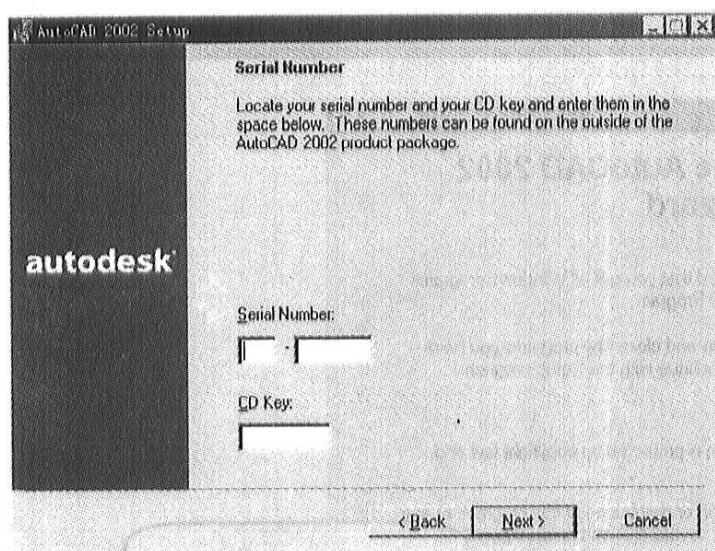

图 1-4 输入软件序列号和光盘密码
5) 接下来安装程序要求输入您所购买的 Serial Number (软件序列号) 和 CD Key (光盘密码), 如图 1-4 所示。该序列号和密码可以在您所购买软件的资料内找到。输入完成后, 单击“Next”按钮进入下一步。